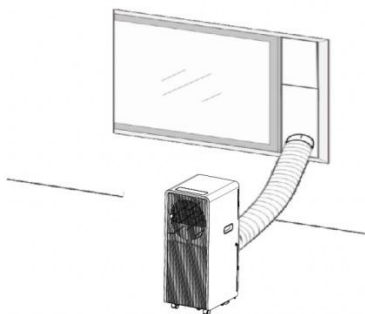
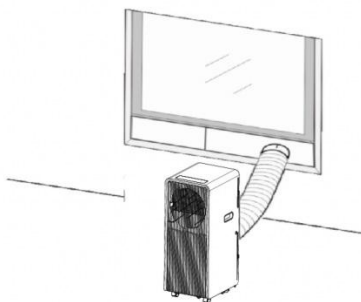

Fig. 2
Fig. 2a
- 2) Siç tregohet në Fig. 2 dhe Fig. 2a, instaloni zorrën e shkarkimit dhe rregulloni pozicionin e dritares.